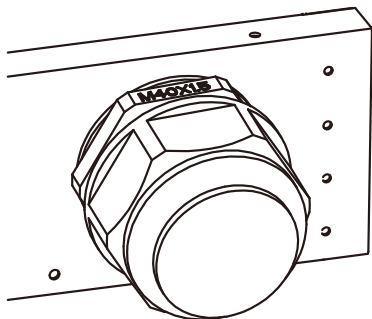
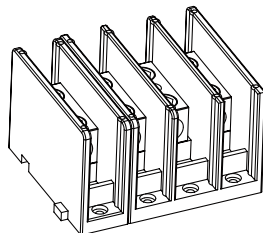

Рис. 5.7
Рис. 5.8
- 1) Открутите 8 крепежных винтов на распределительной коробке перем. т. инвертора, как изображено на рис. 5.7. После снятия коробки вы увидите клеммные зажимы инвертора. Инвертор имеет 4 зажима, как изображено на рис. 5.8.